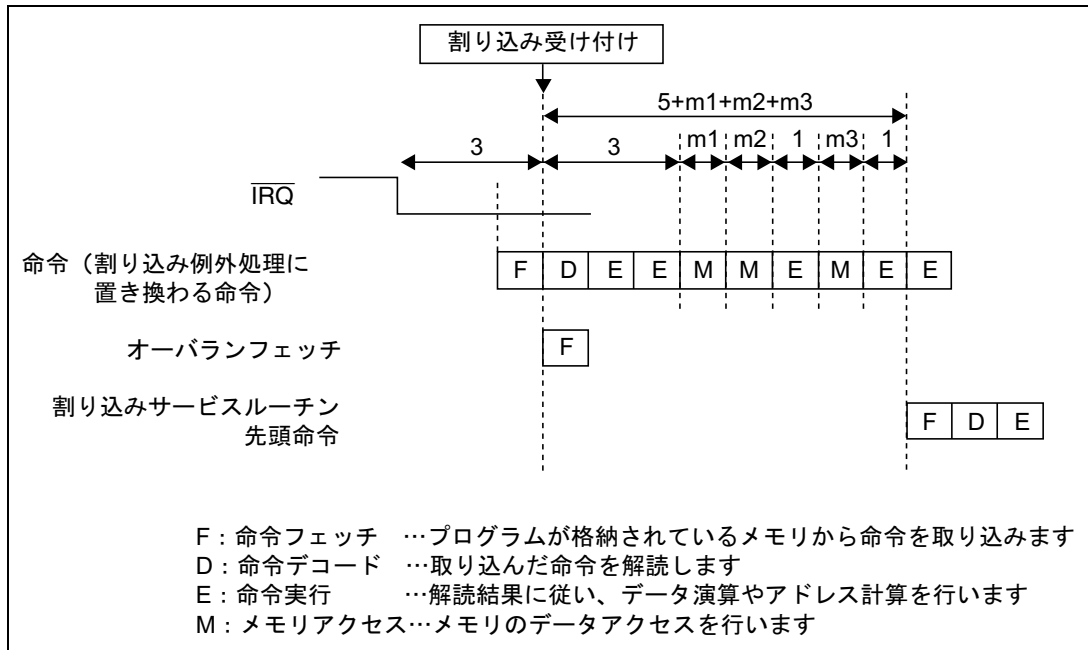

図 7.4 IRQ 割り込みを受け付けるときのパイプライン動作例
- (1) 割り込みコントローラに対して、各割り込み要求元から割り込み要求信号が送られます。
- (2) 割り込みコントローラでは、送られた割り込み要求の中から、割り込み優先レベル設定レジスタ A ~ L (IPRA ~ IPLR) に従って最も優先順位の高い割り込みが選択され、それより優先順位の低い割り込みは無視*されます。このとき、同一優先順位に設定された割り込み、または同一モジュール内の割り込みが複数発生した場合は、表 7.3 に示す「デフォルト優先順位」と「IPR 設定単位内の優先順位」に従って、最も優先順位の高い割り込みが選択されます。
- (3) 割り込みコントローラで選択された割り込みの優先レベルと CPU のステータスレジスタ (SR) の割り込みマスクビット (I3 ~ I0) とが比較されます。I3 ~ I0 ビットに設定されているレベルと同じか低い優先レベルの割り込みは無視されます。I3 ~ I0 ビットのレベルより高い優先レベルの割り込みだけが受け付けられ、CPU へ割り込み要求信号が送られます。
- (4) 割り込みコントローラが割り込みを受け付けると、 $\overline{\text{IRQOUT}}$ 端子からローレベルが出力されます。
- (5) 割り込みコントローラから送られた割り込み要求は、CPU が実行しようとしている命令のデコード時に検出され、その命令の実行が割り込み例外処理に置き換えられます (図 7.4 参照)。
- (6) SR とプログラムカウンタ (PC) がスタックに退避されます。
- (7) SR の I3 ~ I0 ビットに、受け付けられた割り込みの優先レベルが書き込まれます。
- (8) 受け付けられた割り込みがレベルセンスまたは内蔵周辺モジュールからの割り込みだった場合、 $\overline{\text{IRQOUT}}$ 端子から高レベルが出力されます。なお、受け付けた割り込みがエッジセンスだった場合は、(5) で CPU が実行しようとしていた命令を割り込み例外処理に置き換えた時点で $\overline{\text{IRQOUT}}$ 端子から高レベルが出力されます。ただし、割り込みコントローラが受け付け中の割り込みよりレベルの高い他の割り込みを受け付けているときは、 $\overline{\text{IRQOUT}}$ 端子は
割り込み要求が発生してから、割り込み例外処理が行われ、例外サービスルーチンの先頭命令のフェッチが開始されるまでの時間（割り込み応答時間）を表 7.5 に示します。また、IRQ 割り込みを受け付けるときのパイプライン動作例を図 7.4 に示します。